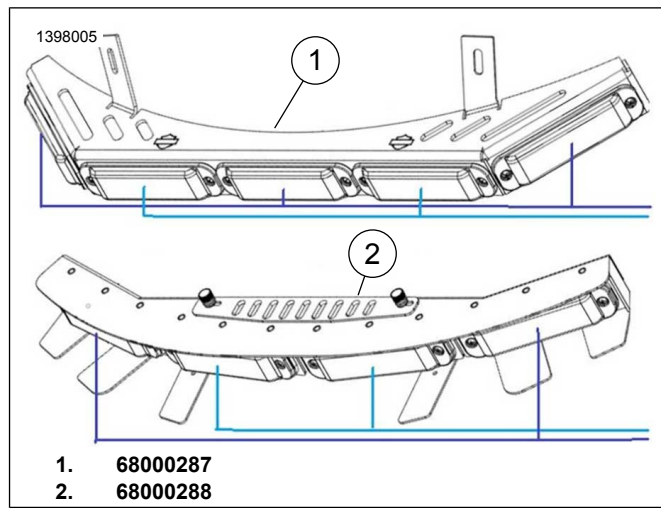

Figura 8. Configuraciones del cabezal de luz
Consulte la Figura 8. para una representación visual de estas configuraciones de cabezal de luz, que difieren para 68000287 (1) y 68000288 (2).